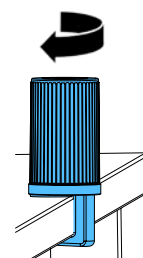

Abb. 4
- ⇒ Den Sockel mit Universalzwinde auf der Rückseite oder seitlich an dem Arbeitstisch montieren (Abb. 4).